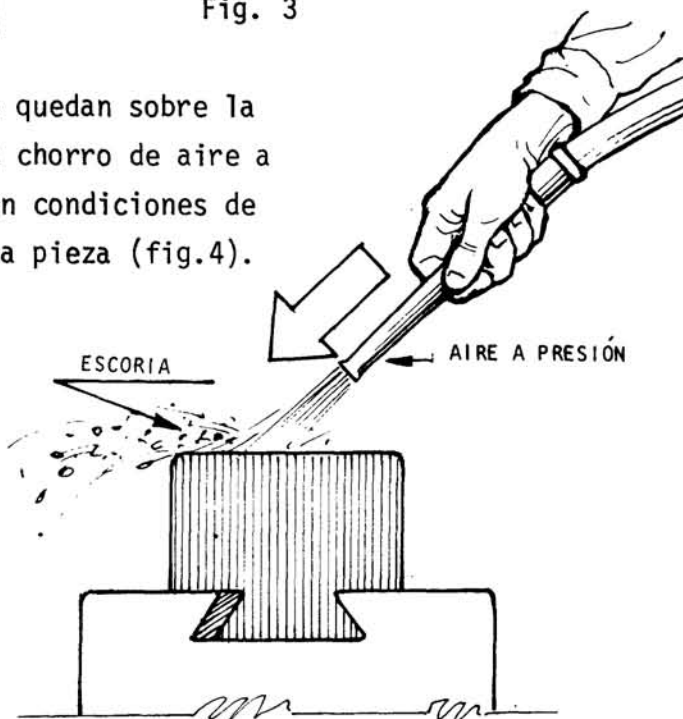

Fig. 4
- ### 4° paso - Limpie las escorias que quedan sobre la estampa inferior con un chorro de aire a presión, para dejarla en condiciones de continuar con la próxima pieza (fig.4).